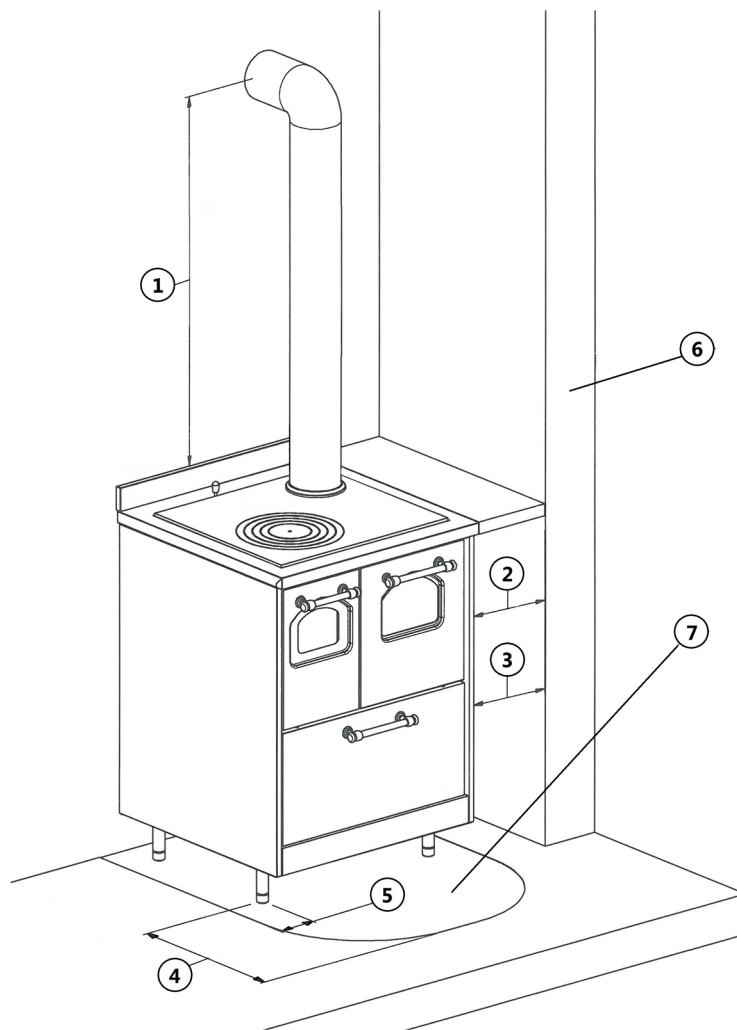

Fig. 25 - Distâncias a partir de paredes
LEGENDA Fig. 25 pág. 25
- Nos últimos dois casos, o segmento de parede lateral que se sobressai da superfície de cozimento deve estar a uma distância mínima (ver **Fig. 25 pág. 25**) da borda da estufa.
- Em caso que o piso seja realizado com o emprego de materiais combustíveis, deve-se prever a instalação de uma protecção (placa de aço, refractária, mármore, etc.) em material incombustível. No que diz respeito às dimensões da protecção consultar o **Fig. 25 pág. 25**.